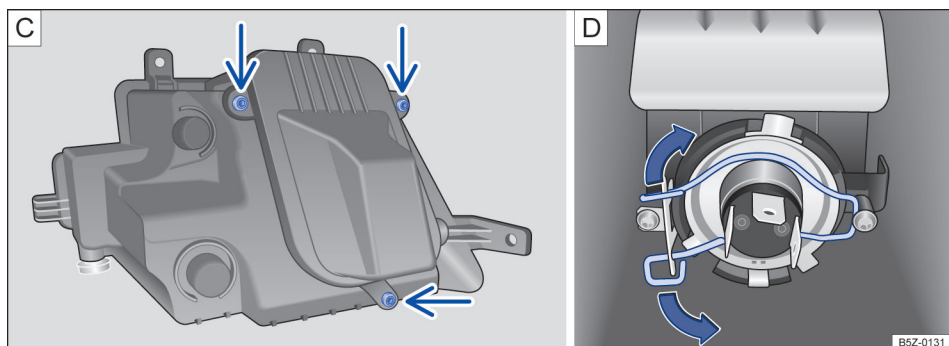

Fig. 127 No para-choque dianteiro: Ⓒ retirar os parafusos da cobertura da lâmpada e Ⓓ lâmpada do farol de neblina.
5. Retirar os parafusos indicados pelas setas → Fig. 127 C, para acessar a lâmpada do farol de neblina.
Comprimir a mola de travamento no sentido da seta e deslocá-la para destravar a lâmpada → Fig. 127 D.